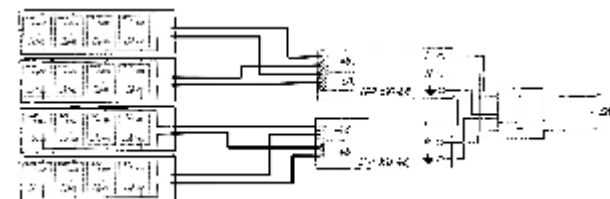

Рис.2
5.3. Ввести провода сети и подключить к клеммной колодке согласно схемы (рис.2), сделав скрутку проводов заземления .